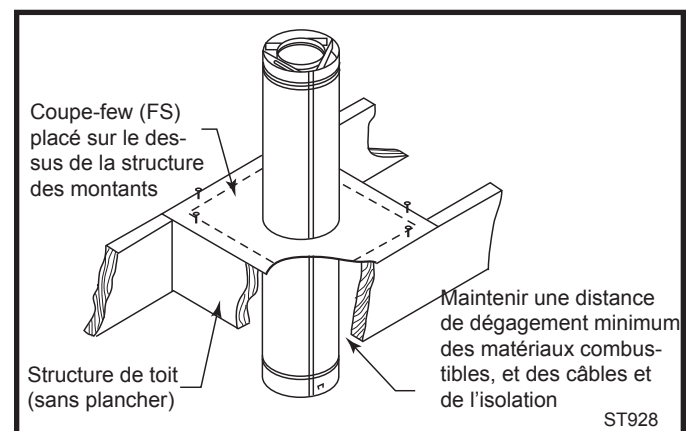

Fig. 38 Coupe-feu.
Le tuyau de type TEMPÉRATURE DIRECTE doit être isolé contre le feu à tous les endroits où il passe à travers le plafond, le plancher et les murs. Le seul endroit où le coupe-feu n'est pas requis est à la hauteur du toit. Les deux (2) systèmes de composantes de supports verticaux avec les plaques de finition vous assurent une protection contre le feu. Les passages muraux vous assurent aussi une protection contre le feu. Aux autres endroits dans la maison, un dégagement de coupe-feu doit être installé. Dans le grenier, le coupe-feu doit être installé sur le dessus des montants afin de prévenir les débris de tomber sur la structure de montants. Fig. 38